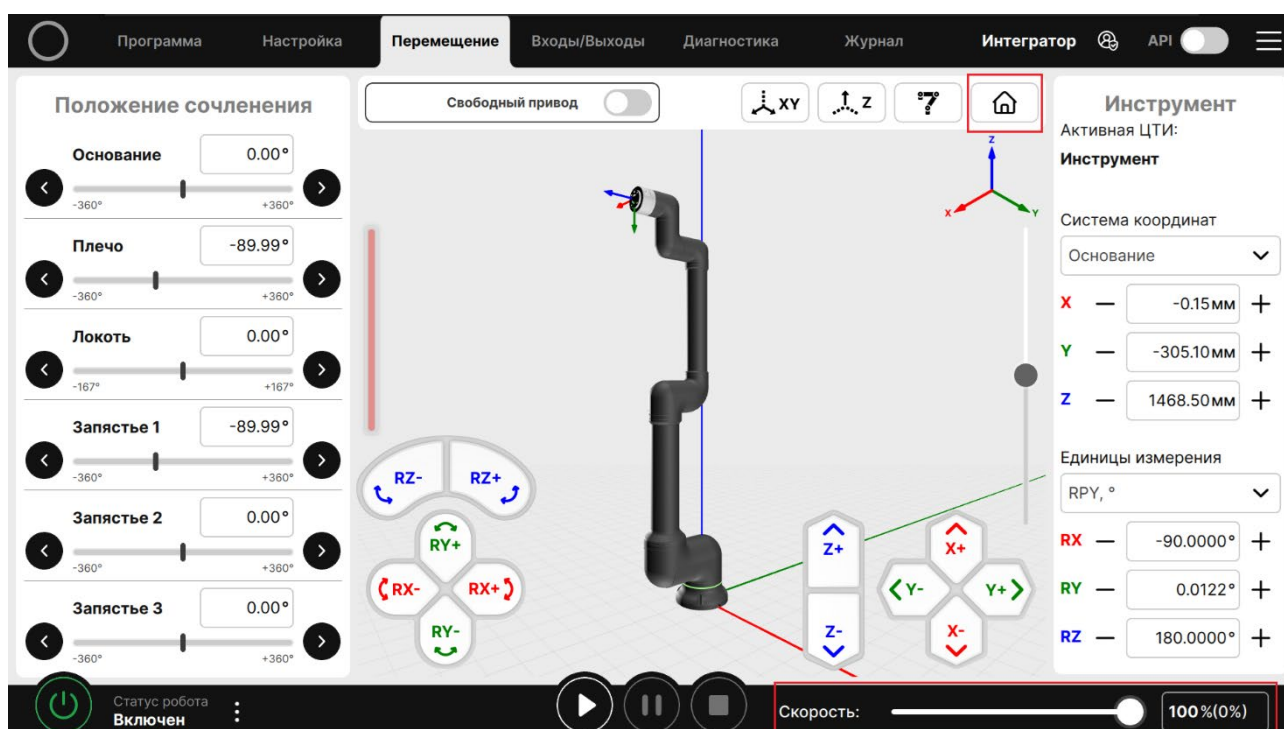
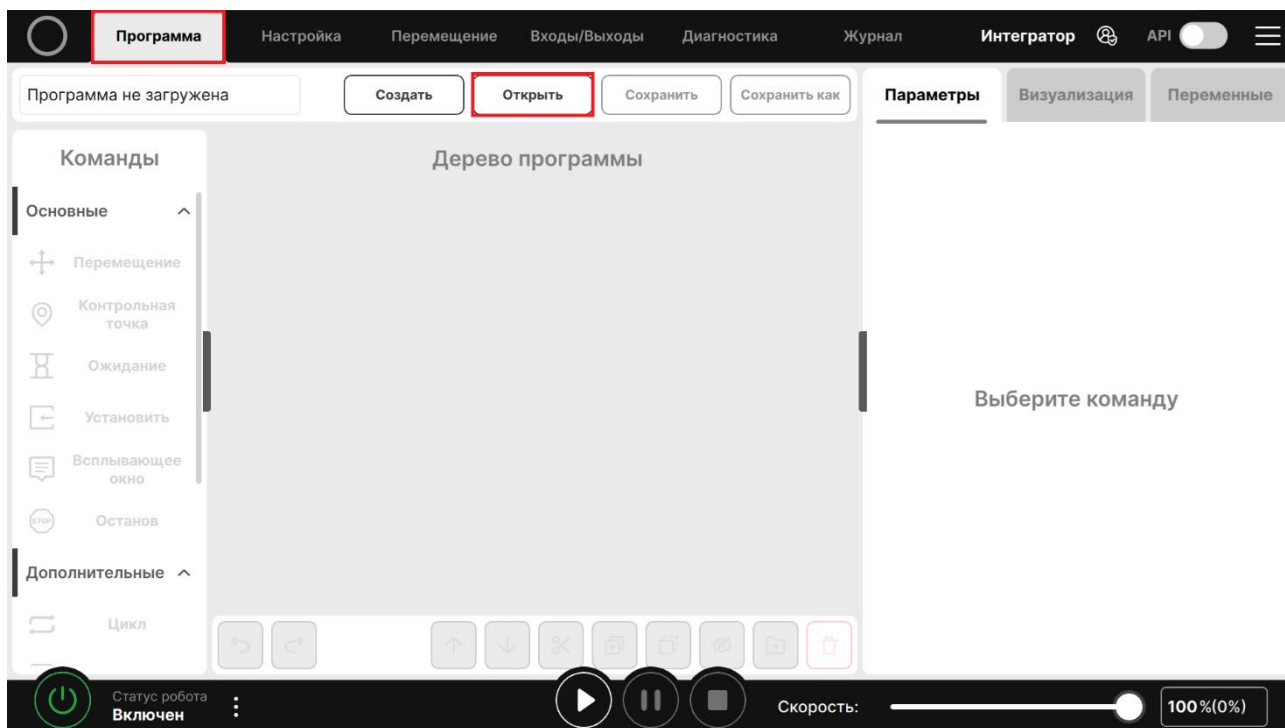

Рисунок 46 – Домашняя позиция
Рисунок 47 – Окно Программа
5. **Перемещение из транспортной позиции.** Перейдите на вкладку перемещения и установите ползунок скорости в диапазоне 10%-20% (Рисунок 46). Нажмите и
удерживайте кнопку «Домой» (Рисунок 46), робот начнет перемещение в домашнюю позицию, после остановки манипулятора отпустите кнопку. Вместо кнопки «Домой» вы можете воспользоваться специальной программой, перейдите в окно «Программа», далее нажмите «Открыть» (Рисунок 47). В открывшемся окне выберите программу «|.....| Транспортное положение» (Рисунок 48), соответствующую вашей модели манипулятора. В данной программе есть 2 точки, одна для перемещения в позицию домой, другая для перемещения в транспортную позицию. Запустите программу при скорости 10%-20%. Остановите программу по завершению выполнения 1 точки. В дополнении, эту программу рекомендуется использовать в случае подготовки манипулятора к транспортировке.